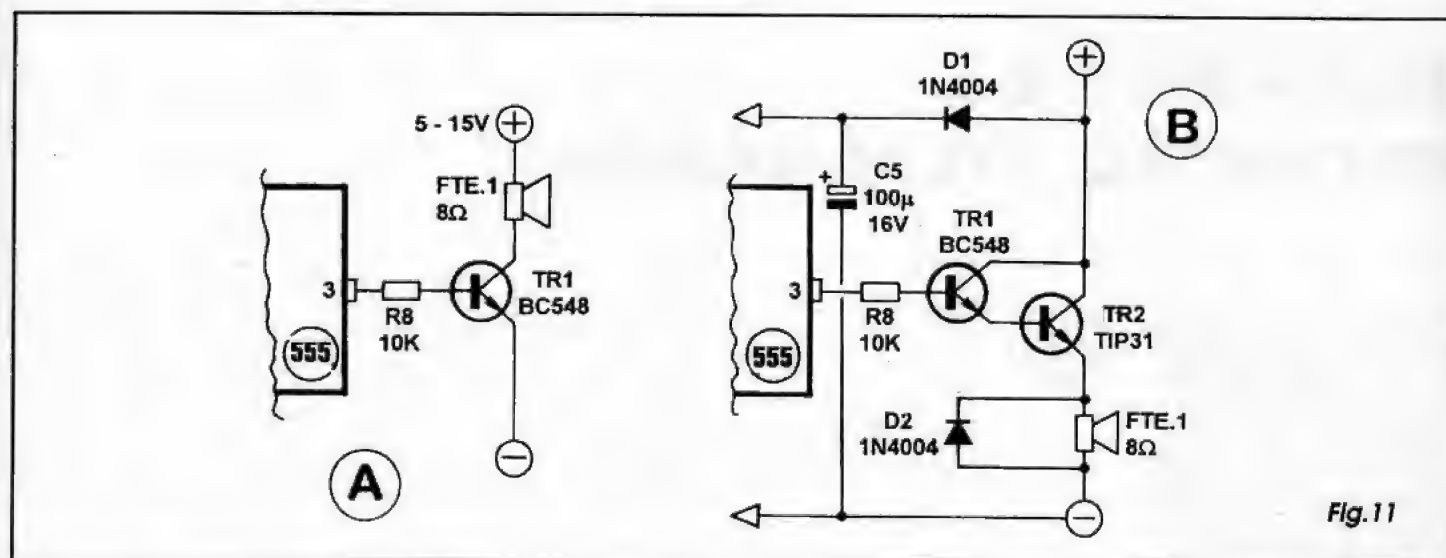

Fig. 11
- **FIG. 11** - Quando for desejada uma saída mais *brava* (em volume ou potência sonora) no oscilador centrado num 555, é possível obter tal reforço com um mínimo de componentes externos, arranjados de forma a compor um amplificador para os níveis normalmente obtidos no pino 3 do integrado (saída). Embora o nível de tensão do sinal presente na saída do 555 seja